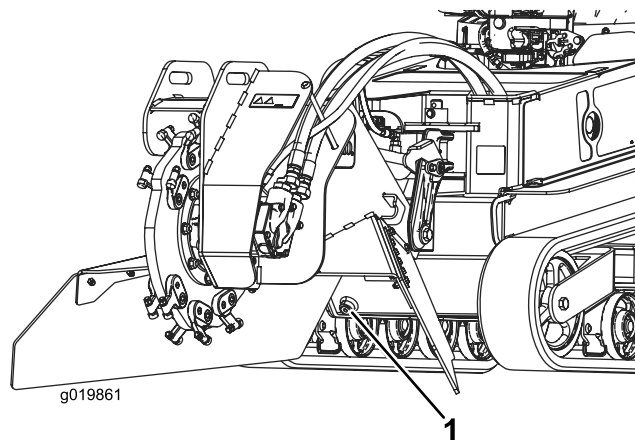

Figura 61
8. Togliere il tappo di spurgo del serbatoio idraulico e lasciare defluire il fluido nella bacinella (Figura 61).